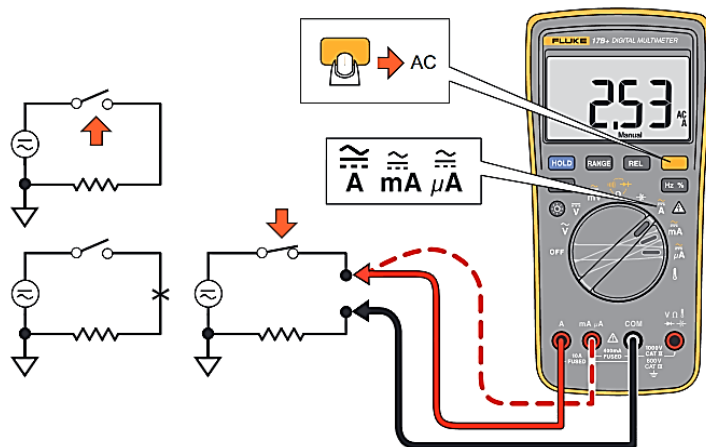

图 1-3 测量交流和直流电流
(1) 将旋转开关转至 $\overline{\sim}$ 或 $\overline{\text{A}}$ 。
(2) 按数字万用表右上角的黄色按钮可以在交流和直流电流测量之间进行切换。
(3) 根据要测量的电流将红色测试导线连接至 A、mA 或 μA 端子，并将黑色测试导线连接至 COM 端子，如图 1-3 所示。